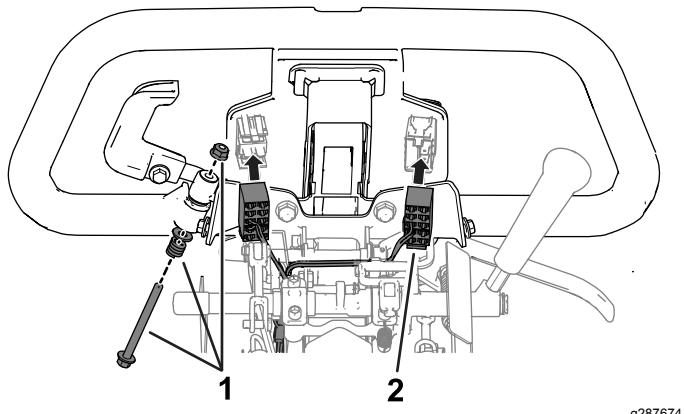

図 8
2. ハンドルのスイッチすべてに、対応するワイヤハーネスを接続する図8。
3. ステップ2 ハンドルを外す (ページ 2)で外した金具類を使ってスロットルアームをハンドルに取り付ける図8。